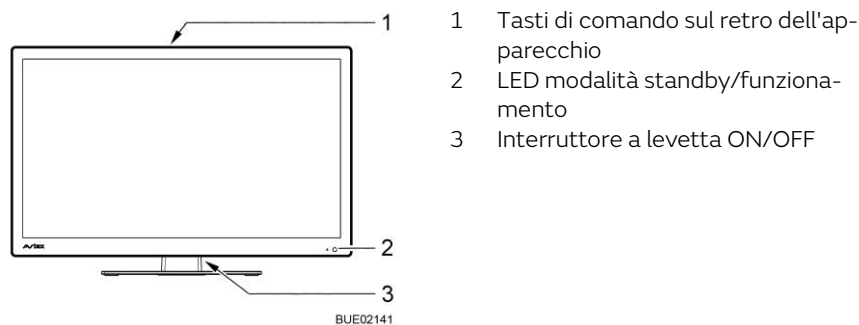

Fig. 47 Comando dallo schermo piatto
- Portare su ON l'interruttore a levetta (Fig. 47,3) sul retro dello schermo piatto. L'impianto passa in modalità standby. Il LED (Fig. 47,2) si accende di luce rossa.
- Premere il tasto POWER (Fig. 48,1) sul telecomando. Il LED (Fig. 47,2) si accende di luce blu.
- Premere il tasto POWER (Fig. 48,1) sul telecomando. L'impianto passa in modalità standby. Il LED (Fig. 47,2) si accende di luce rossa.
- Portare su OFF l'interruttore a levetta (Fig. 47,3) sul retro dello schermo piatto.